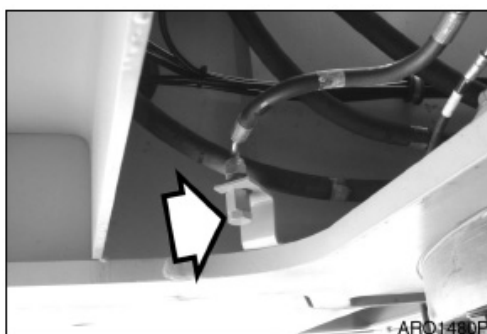

Figura 23
5. Si el nivel del aceite excede la marca "H" en la varilla de control, retire el tornillo de drenaje (Figura 23) y drene el exceso de aceite en un contenedor apropiado.